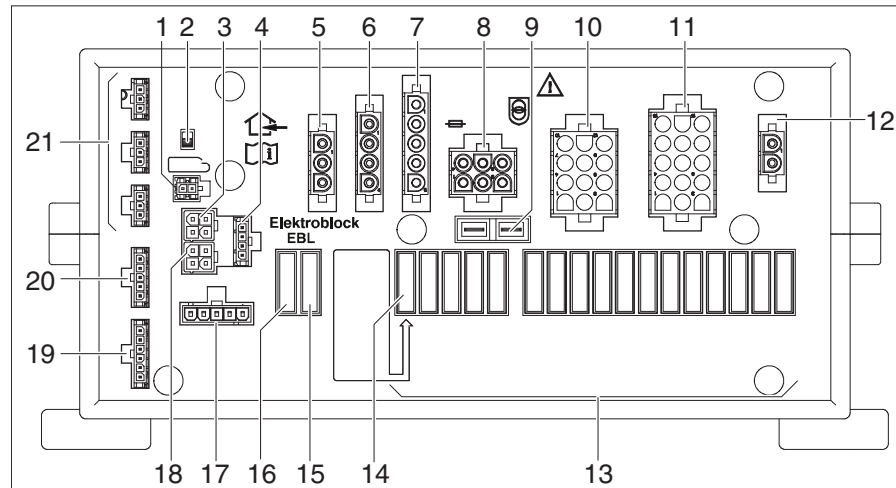

Fig. 247 Bloc électrique (EBL 402/403)
Emplacement Le bloc électrique EBL 402/403 (Fig. 247) se trouve dans le porte-bagages à droite.
- ▷ L'interrupteur-séparateur (Fig. 247,2) de batterie coupe du réseau 12 V tous les consommateurs raccordés au bloc électrique.
- Mettre hors service et en service trois fois successives l'interrupteur-séparateur de batterie (Fig. 247,2).